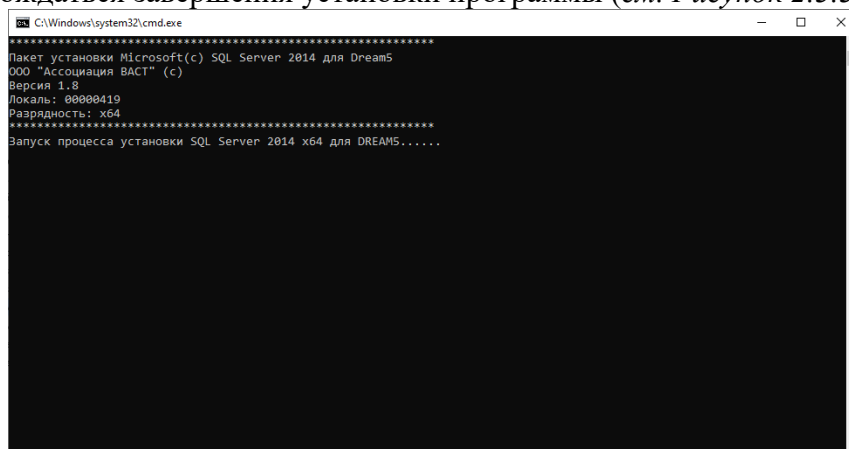

Рисунок 2.3.3
- дождаться завершения установки программы (см. Рисунок 2.3.3).